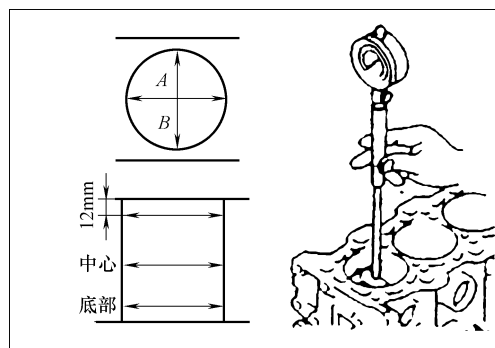

图 2-138 测气缸内径及圆柱度
④ 检查气缸套内是否有划伤，若不合格，则应修正（加大尺寸）或更换。
⑤ 利用量缸表检测气缸内径及圆柱度，磨损严重时按加大直径修正气缸，更换活塞及活塞环。检测位置如图 2-138 所示。